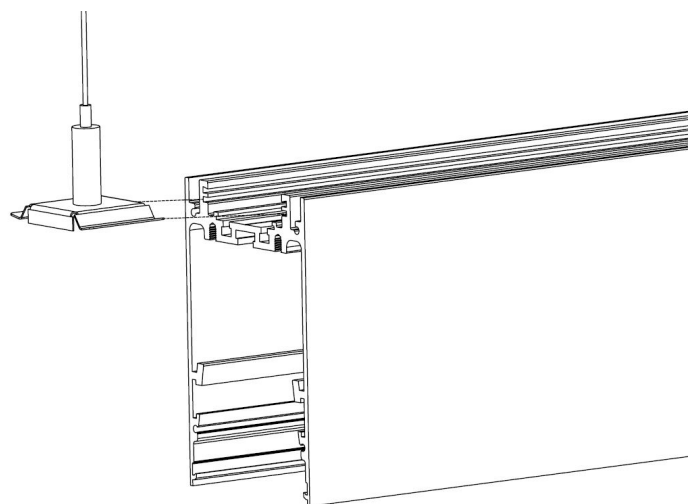

Рис.2
- Установите комплект подвесов (не входят в комплект поставки, дюбели и установочные саморезы подбираются самостоятельно в зависимости от монтажной поверхности и не входят в комплект поставки. Монтажное отверстие в крепежной втулке для подвеса имеет диаметр 5мм и рассчитано для самонарезных винтов с потайной головкой. Нагрузка на трос составляет не более 10 кг и определяется весом светильника) в паз на верхней части корпуса светильника (Рисунок 2);